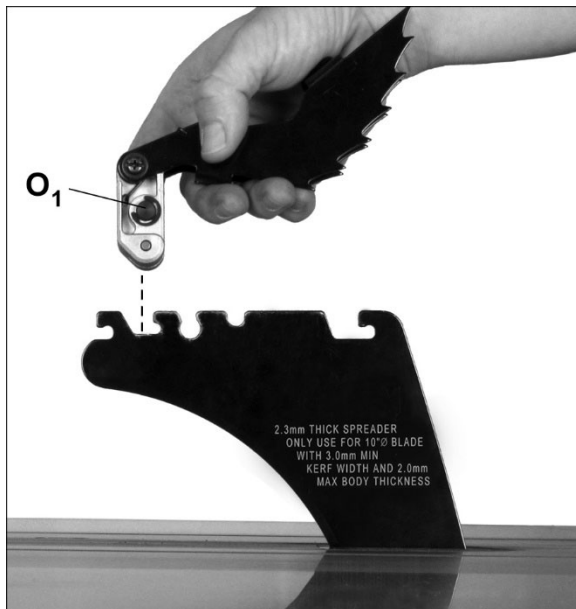

Figura 6-11
Vea la Figura 6-11 y 6-12.
2. Oprima sin soltar el botón (O1) en el lado opuesto de la cabeza para liberar el pasador de retención. Monte el conjunto de fiadores hacia abajo, en la ubicación que se muestra en la Figura 6-11.